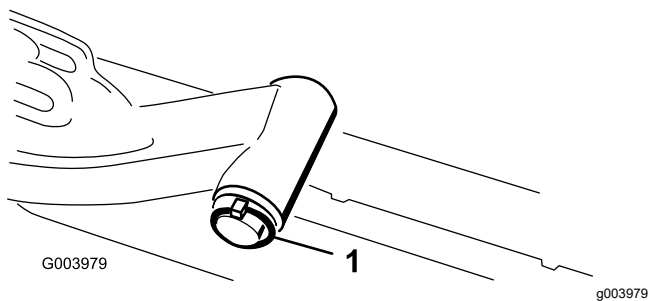

图 8
- A. 拆下将提升臂枢轴固定至提升臂的保险销和垫圈将提升臂枢轴滑出提升臂 (图 8)。
- C. 将提升臂轴插入提升臂使用垫圈和保险销将其固定 (图 8)。